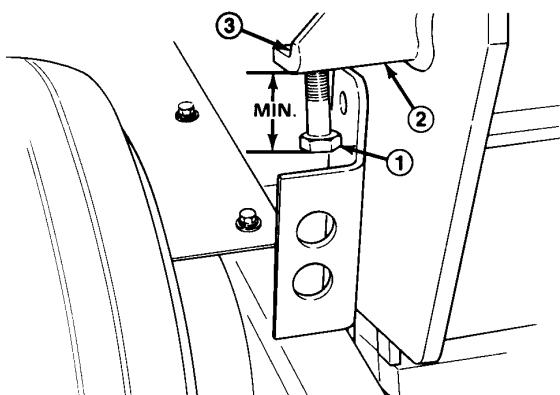

Fig. 11
2. Allentare il controdado sulla staffa di regolazione (Fig. 11).
3. Avvitare la vite di regolazione nella staffa, per aumentare la profondità di carotaggio, oppure svitarla per diminuire la profondità (Fig. 11).
5. La migliore profondità di carotaggio consigliata si ottiene quando la distanza fra l'estremità della testa della vite e la staffa è di 17,8 mm (Fig. 11).